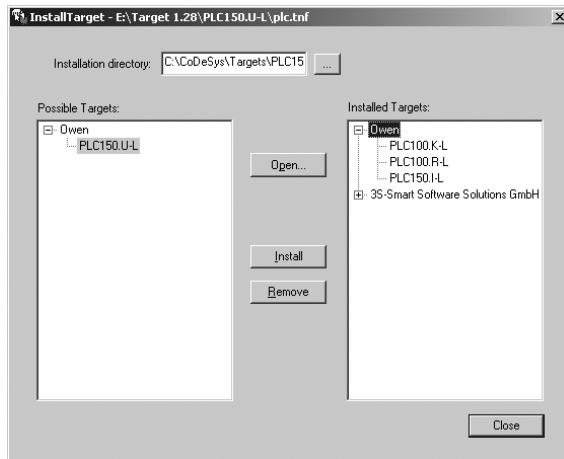

Рисунок 5.1 - Окно «InstallTarget» утилиты InstallTarget
- В открывшемся при запуске утилиты **InstallTarget** окне (рисунок 5.1) – нажать кнопку Open и указать путь доступа к инсталлируемому Target-файлу (имеющему расширение ***.tnf**, Target Information File). Target-файлы контроллеров OWEN ПЛК150 могут быть скачаны с сайта www.owen.ru. При скачивании с сайта папку с Target-файлами надо разархивировать и сохранить на жестком диске ПК.